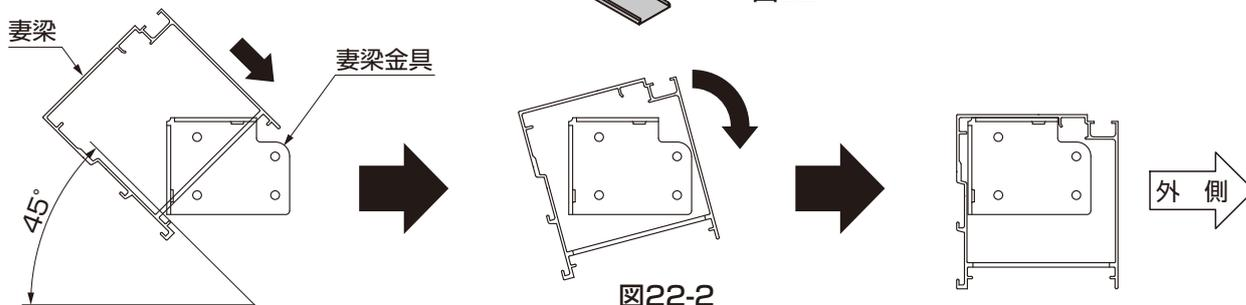

図22-2
- 妻梁を取付ける際は、図22-2のように回転させて取付けてください。
②妻梁フタを妻梁にはめ込んでください。